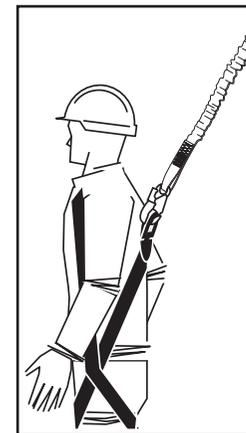

Рис. 5
- Строп со встроенным амортизатором должен быть присоединен к переднему или заднему элементу крепления для остановки падения (рис. 5).